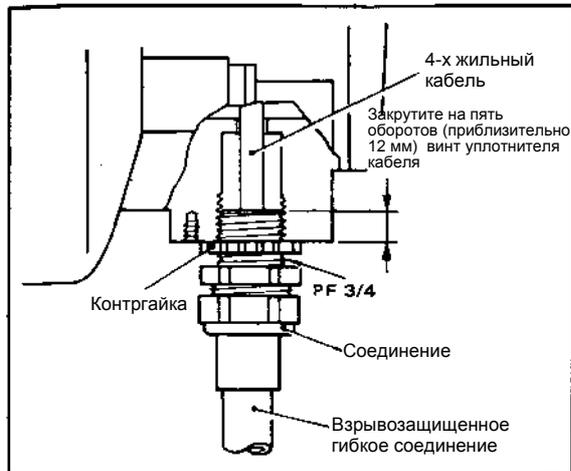

Рисунок 2-21 Соединение взрывозащищенного металлического фитинга
- (2) Установите пламезащитный сальник (уплотнитель) на каждый вход кабеля, закрутите винт на пять оборотов (приблизительно 12 мм) и закрепите контргайку. Гибкое сочленение (фитинг) сальника уплотнителя следует использовать со стороны распределительной клеммной коробки держателя очистителя для обеспечения простоты обслуживания. Смотрите Рисунок 2-21.